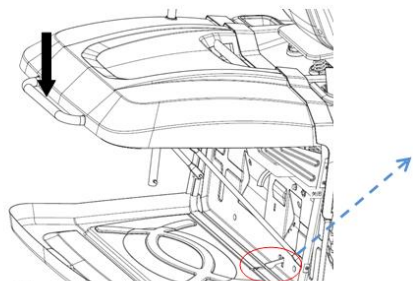
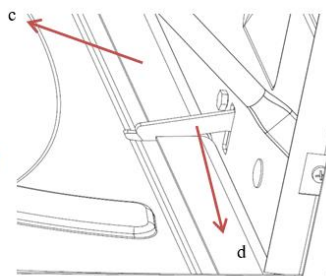

Fig.7J
Fig.7K
2. Aplicați presiune în jos pe mânerul din spate pentru a fixa tubul circular (c) în suportul(d). (Fig.7J/Fig.7K)